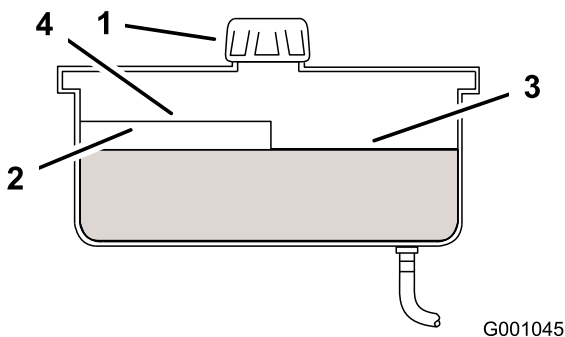

Bild 46
4. Reinigen Sie den Bereich um den Einfüllstutzen und den Deckel des Hydraulikbehälters (Bild 46).
5. Schrauben Sie den Deckel vom Einfüllstutzen ab. Schauen Sie in den Stutzen um sicherzustellen, dass Öl im Behälter ist. (Bild 46).
- Hinweis:** Der Füllstand sollte bei heißem Öl die Oberkante der heißen Einfüllmarkierung der Zwischenplatte erreichen (Bild 46).